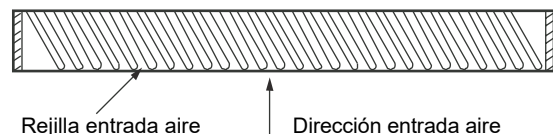

Figura 3.12
2) No debe haber ningún ángulo entre la posición de la rejilla de aire y la dirección de la entrada de aire. De lo contrario, puede dar lugar a ruidos. La figura 3.12 muestra una instalación incorrecta de la rejilla de entrada de aire.